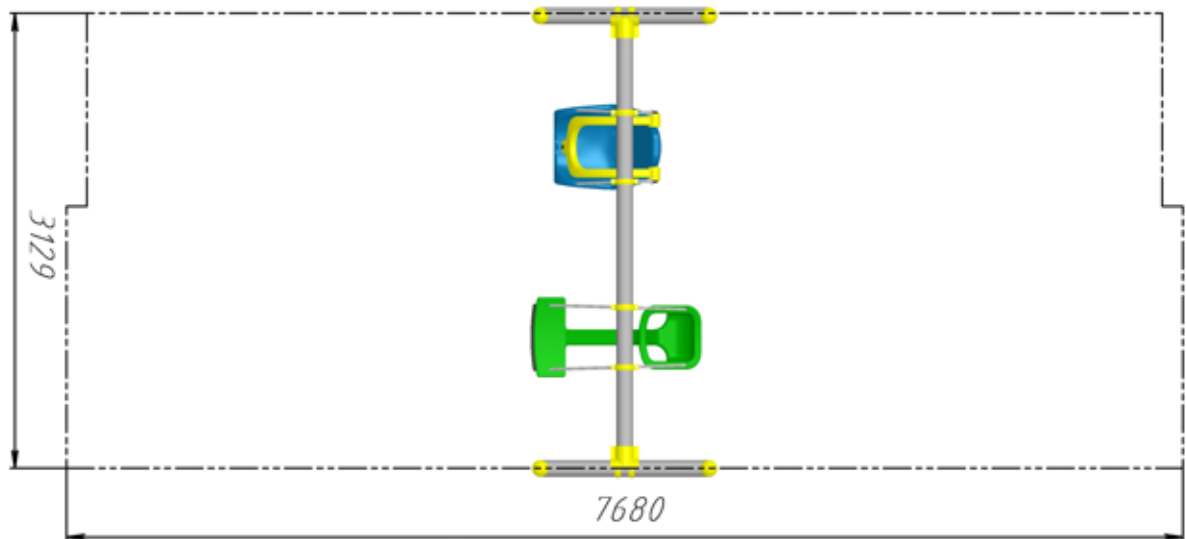

Рис.2 Безопасная зона приземления качелей двойных РТР 52-2
3.5. Монтаж качелей проводится на ровном месте в соответствии с планировкой размещения всего оборудования площадки. При монтаже необходимо обеспечить безопасную зону приземления вокруг качелей в соответствии с рис. 2.